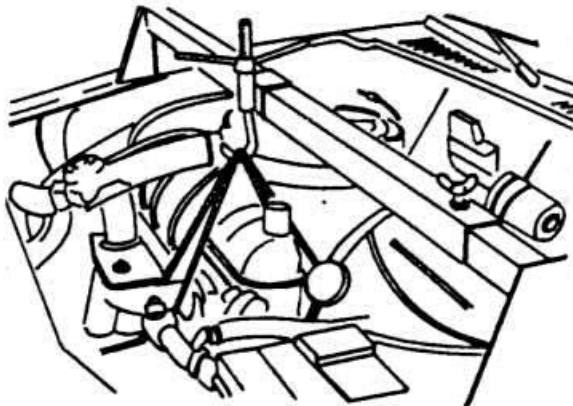

Рис. 3.40
- ♦ Закрепите к двигателю зацеп 21-060 и слегка приподнимите двигатель (рис. 3.40).